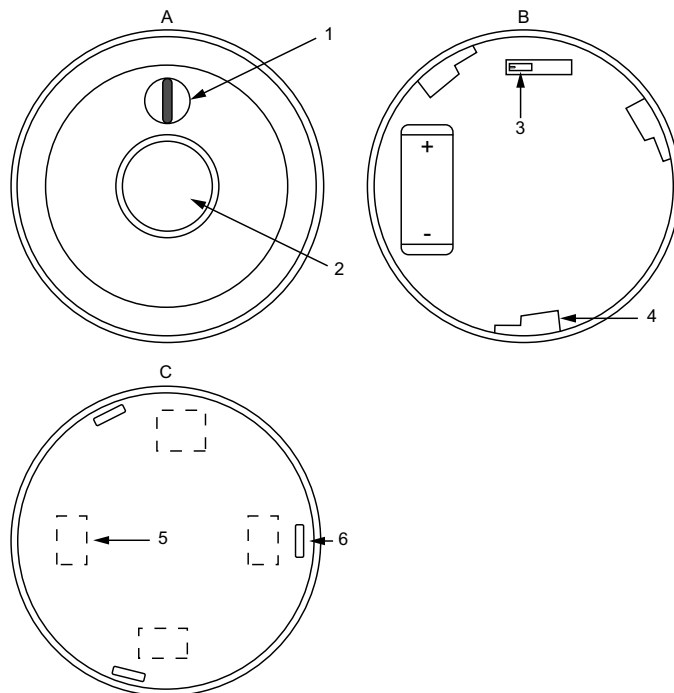

Bild 2 A = Gerät, Vorderseite, B = Gerät, Rückseite, C = Sockel
1. Die Öffnungen an der Innenseite des Sockels herausbrechen. Siehe *Bild 2*